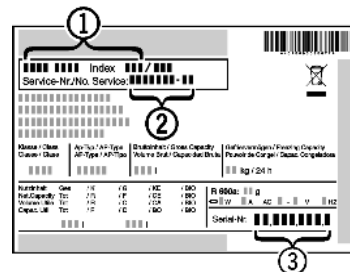

Fig. 6
- ▶ Наименование устройства *Fig. 6 (1)*, сервисный № *Fig. 6 (2)* и серийный № *Fig. 6 (3)* считайте с заводской таблички. Заводская табличка находится внутри устройства слева.
- ▶ Обратитесь в сервисную службу и сообщите вид неисправности, наименование устройства *Fig. 6 (1)*, сервисный № *Fig. 6 (2)* и серийный № *Fig. 6 (3)*.